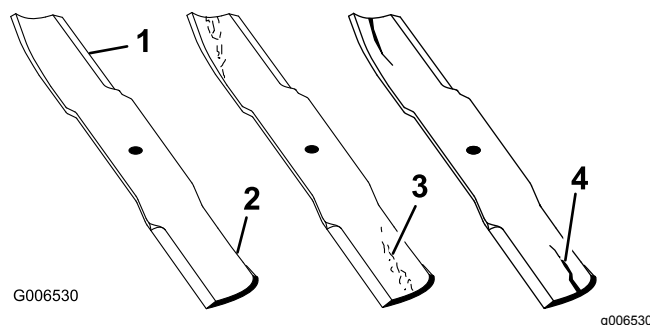

Figure 74
1. Examinez le tranchant des lames (Figure 74).
4. Remplacez immédiatement toute lame fendue, usée ou qui présente une entaille (Figure 74).